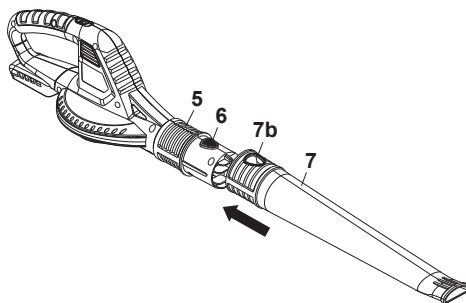

Fig. 1
1. Alinhe o orifício de montagem (7b) do tubo de ar (7) com o botão de bloqueio (6) na saída de ar (5) e, em seguida, insira completamente o tubo de ar (7) na saída de ar (5) até ouvir um som de clique (Fig. 1).
2. Puxe o tubo de ar (7) para verificar se está devidamente bloqueado pelo botão de bloqueio (6).